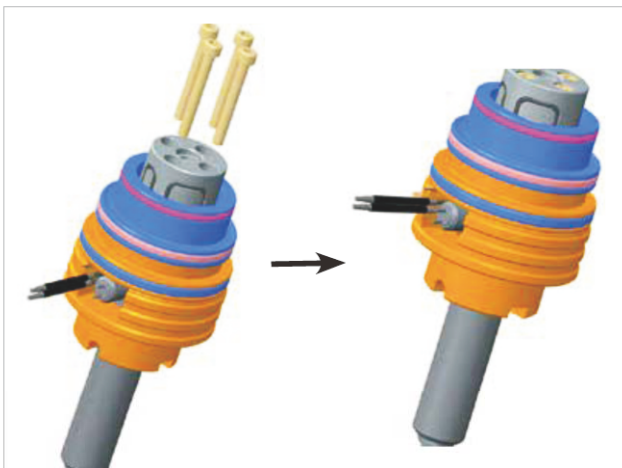

图11-18 阀套单元连接到加热体
17. 使用内六角头螺钉将阀套单元连接到加热体上。拧紧至7Nm (5 ft-lb)。见图11-18。